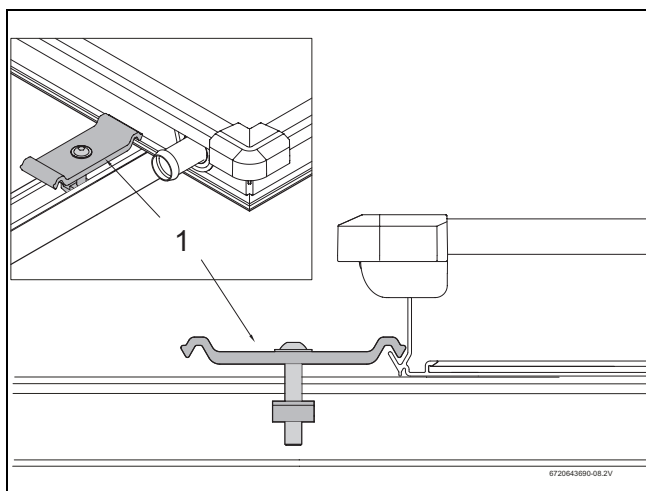

Fig. 54 Sujeción de captador doble
- ▶ Colocar el fijador de captador doble con la tuerca encajada en la abertura del perfil y del conector de encaje, de modo que el soporte distanciador en plástico (→ Fig. 54, [1]) envuelva el perfil.
- ▶ Posicionar el fijador de captador doble conforme Fig. 54.